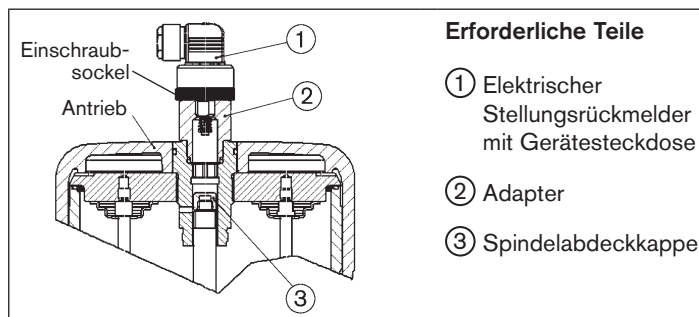

Bild 12: Antriebsgröße 175, 225 (Ø in mm) mit elektrischem Stellungsrückmelder
- Klarsichthaube vom Antriebsdeckel ⑥ abschrauben (Sicherheitshinweise Kapitel „10“ auf Seite 39 beachten!).
- Spindelabdeckkappe ③ anstelle der Stellungsanzeige auf Spindelende aufschrauben (SW14).
- Adapter ② anstelle der Klarsichthaube auf den Antrieb schrauben (siehe „Bild 12“).
- Elektrischen Stellungsrückmelder ① in den Adapter ② schrauben, dabei den Hinweis in Kapitel „10“ beachten.